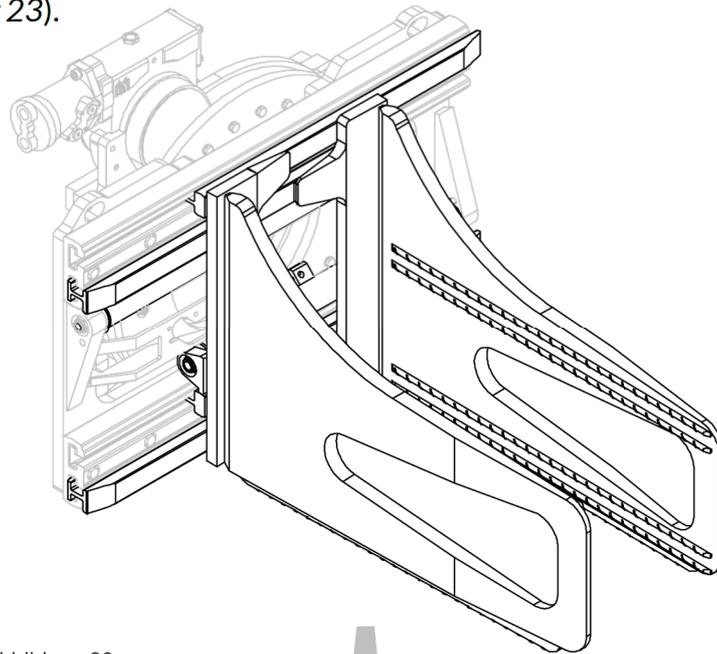
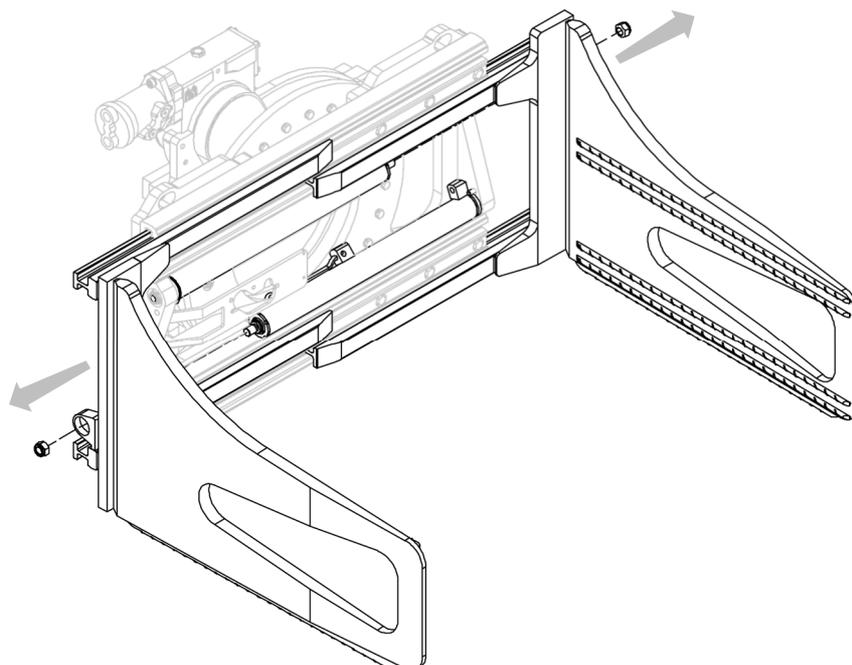

Abbildung 22
Abbildung 23
2. Entfernen Sie die Gabeln mit den entsprechenden Backen, nachdem Sie die entsprechenden Muttern gelöst haben, die sie an den Zylindern befestigen (siehe *Abbildung 22* und *Abbildung 23*).